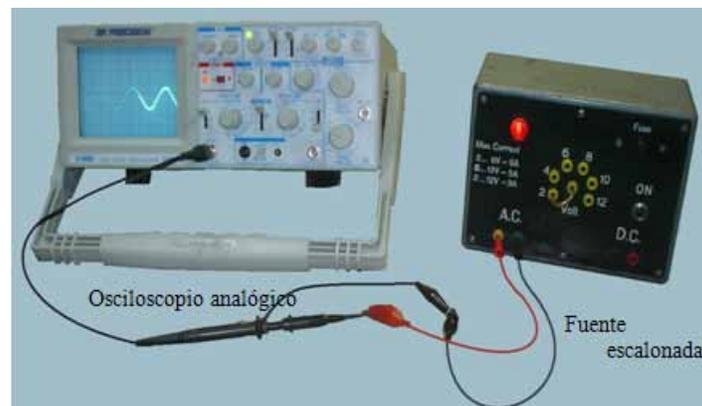

Figura 5.7 Medición de onda de C.A.
- d) Conecte la señal de salida de C.A de la fuente escalonada a la entrada del osciloscopio como se muestra en la figura 5.7.